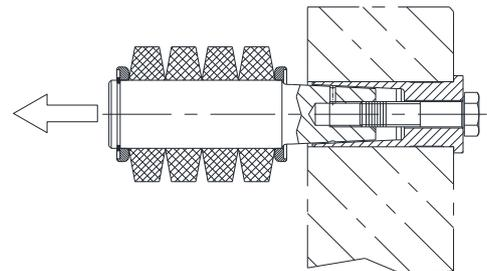

Bild 24: Lösen des Bolzens
- Drehen Sie die Schraube langsam mit einem Schraubenschlüssel weiter in den Bolzen ein. Das Maschinenfett fließt durch die Querbohrung des Bolzens und presst sich dabei zwischen Bolzen und Buchse (Bild 24; Bauteil 4 oder 6).